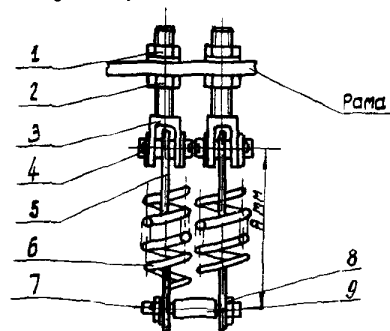

Рис.20. Отключающие пружины:
14.1. Свинтить гайки 1 (рис.20) и снять предварительный натяг отключающих пружин.